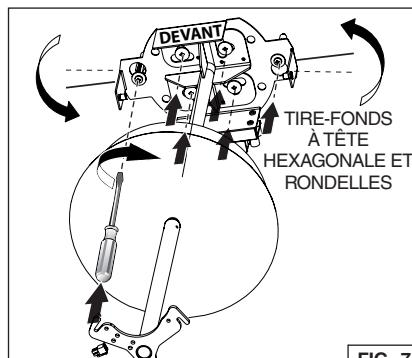

FIG. 7
2. Utilisez les six (6) tire-fonds à tête hexagonale et six (6) rondelles (fournis) pour fixer la tige descendante au plafond. Fig. 7.